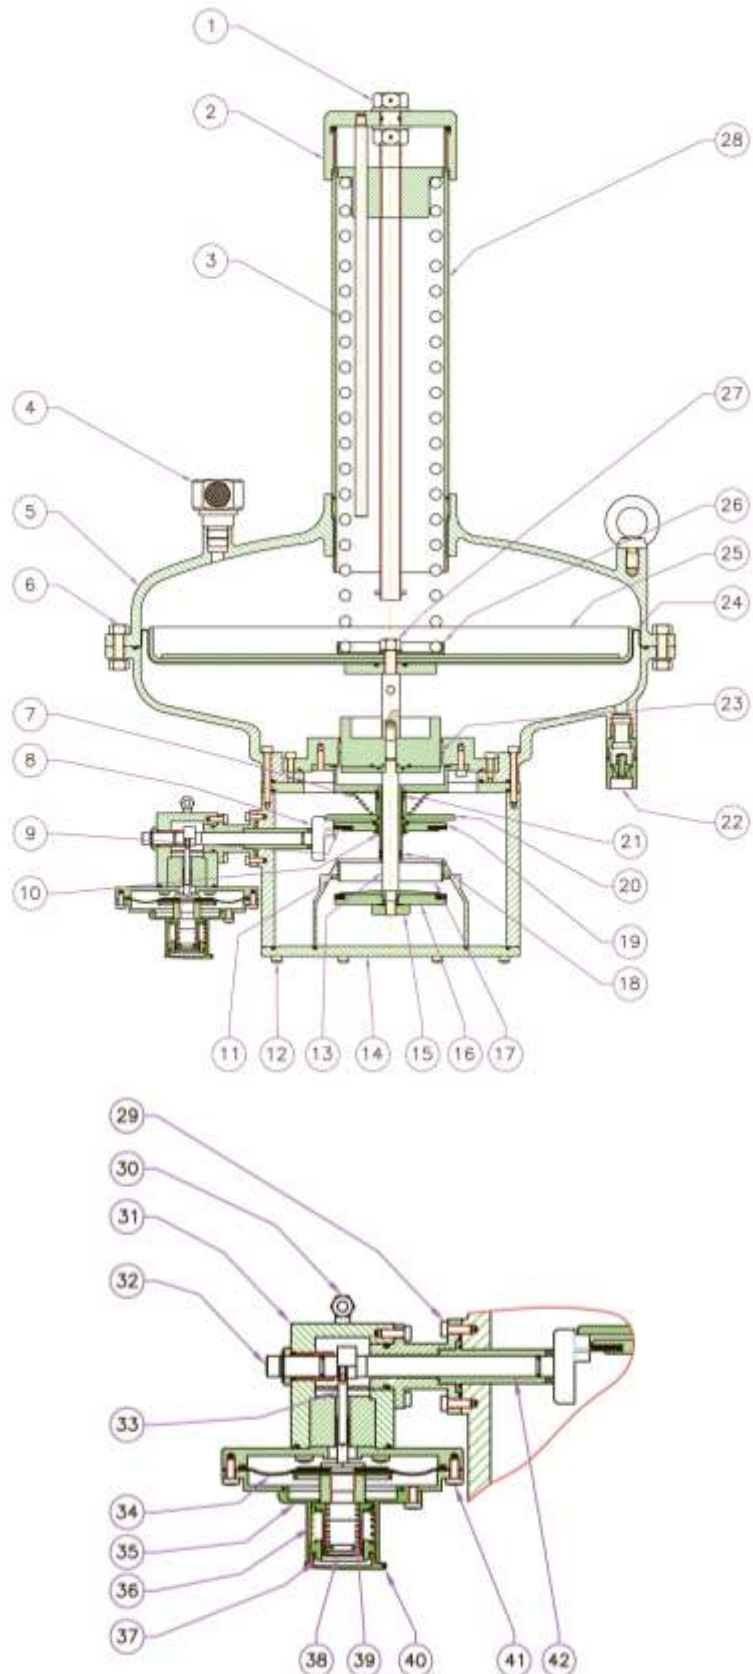

Рис. 1
Регулятор состоит (Рис.1):
- Для настройки регулятора необходимо использовать манометр, который можно установить в штуцер для отбора давления (см. рис. 1) или использовать манометр, установленный на трубопроводе согласно схемы монтажа.